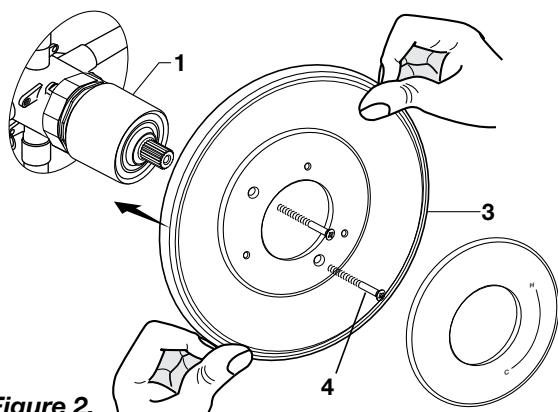

Figure 2.
- Figure 2.** Enfoncez l'ÉCUSSON (3) sur le CAPUCHON (1) et fixez-le sur le corps de valve avec des VIS LONGUES (4).